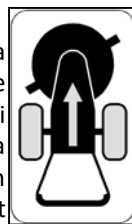

FIG. 10 Simbol „pârghie propulsie”
**Pârghia comandă propulsie** (Fig. 8, 9) este plasată în partea superioară a ghidonului și este acționată cu mâna dreaptă. Este cea mai mică dintre cele două bare orizontale. Este marcat cu simbolul din FIG 10. Apăsarea acestei pârghii spre ghidon (poziția PORNIT) va cupla transmisia și utilajul se va deplasa dacă motorul este pornit. Deplasarea utilajului încetează prin eliberarea pârghiei. Dacă pârghia este eliberată, utilajul poate fi deplasat înainte și înapoi prin împingere.